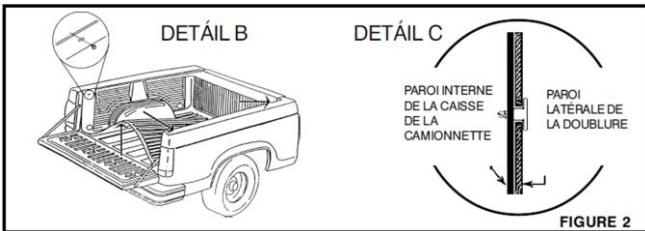

FIGURE 2
Debout, à l'arrière du pick-up (centre), relevez le plancher de la doublure du plateau. La deuxième personne doit alors pousser la paroi de la doublure du plateau en dessous de la paroi latérale du pick-up (voir FIGURE 2). Lâchez le plancher de la doublure du plateau.
3. Positionner et visser les attaches "Liner-Lok" comme illustré en fig.2.
4. Insérer la pointe de la vis dans le trou de la doublure et dans le crochet en métal de l'attache et visser d'une ou de deux rotations, jusqu'à ce que la pointe de la vis soit engagée dans l'attache. **IMPORTANT:** le "Liner-Lok" doit pendre et ne doit pas être serré à ce moment précis de l'opération (voir fig. 2).